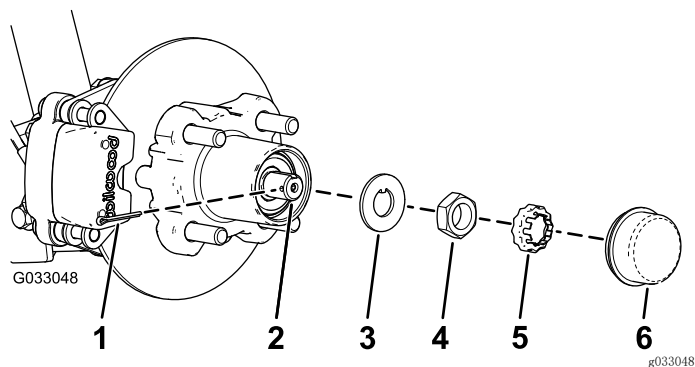
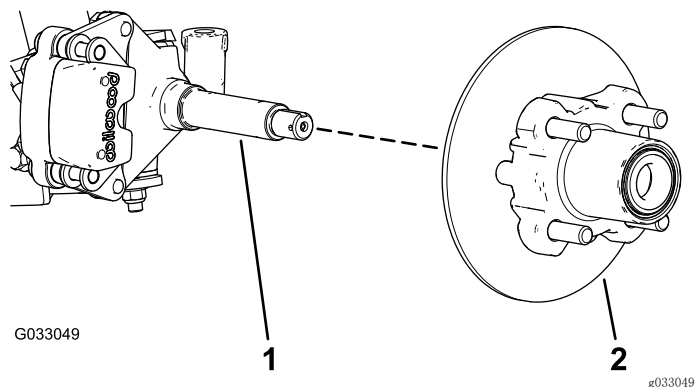

图 24
图 25
4. 从轮毂上卸下防尘盖（图 24）。
5. 从主轴和主轴螺母上卸下开口销和螺母卡环（图 24）。
6. 从主轴上卸下主轴螺母，将轮毂和转子总成从主轴上分开（图 24和图 25）。